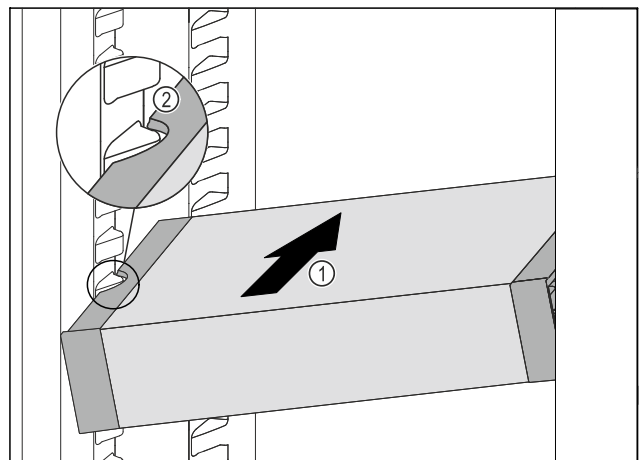

Fig. 101
- ▶ VarioSafe schräg in das Kühlteil einschieben Fig. 101 (1), bis sich die seitlichen Aussparungen Fig. 101 (2) des VarioSafes auf Höhe der Behälterrippe im Kühlteil befinden.